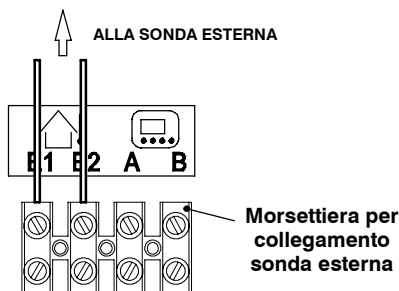

fig. 5.23
- Collegare ai morsetti **E1** e **E2** della morsetteria i due conduttori elettrici come indicato in fig. 5.23